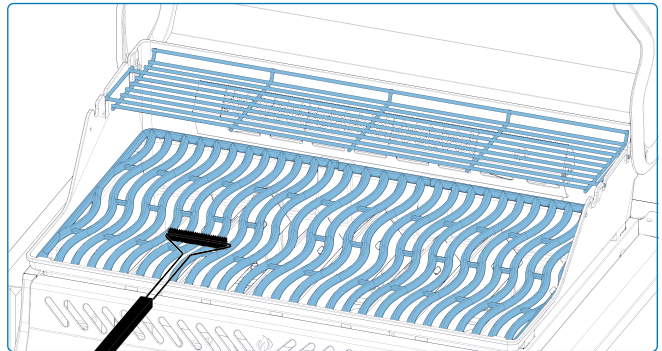

Fig. 8
- Limpia las Rejillas de cocción de acero inoxidable precalentando la Parrilla y usando un cepillo de alambre para eliminar residuos (Fig. 8).